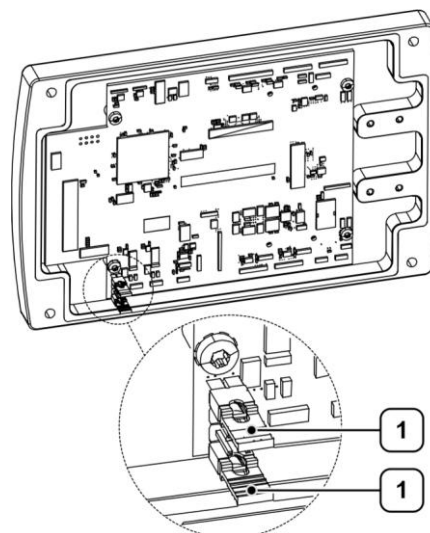

Figura 34: Impostazione dei ponticelli (esempio)
- ▷ Inserire i due ponticelli nelle posizioni corrispondenti sulla scheda principale (vedere "Figura 34: Impostazione dei ponticelli (esempio)").